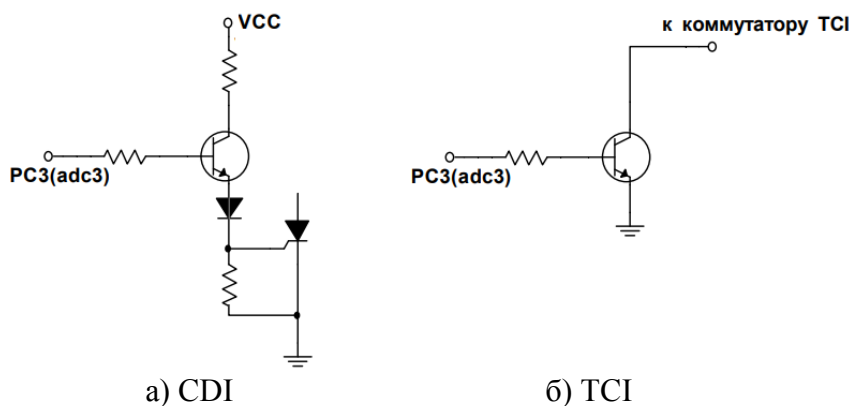

Рис.3 Выходной каскад
**LineOFFMode=0:** Линия управления отключается в начале импульса LDELTA (для **TCI с самодельным коммутатором** - мощный транзисторный ключ с контролем тока через высоковольтную катушку). Тип выходного каскада Рис.3б.
**LineOFFMode=1:** Линия управления отключается через заданный угол после завершения импульса LDELTA (для **CDI**). Этот угол следует определять по факту обеспечения режима работы тиристора системы CDI (управляющее напряжение должно быть снято тиристора до момента повышения напряжения на его аноде). Скорее всего, этот угол будет в пределах 5-15 градусов. Тип выходного каскада Рис.3а.
**LineOFFMode=2:** Линия управления отключается строго в нужном для коммутатора 76.3734 режиме (скважность=3 и искрообразование по спаду сигнала с учётом выходного транзистора Рис. 3 б). В совокупности с оптическим датчиком получается некий **аналог проекта Сарумана**, но не с тремя, а с 32 таблицами (максимум) и с механизмом их автоматического или ручного переключения - ДПЗД(ДАД) / потенциометр. **Внимание! В отличии от вышеупомянутого проекта, нет необходимости скважность входного сигнала делать равной трем.** В этом режиме есть ограничение по возможной ширине импульса LDELTA: